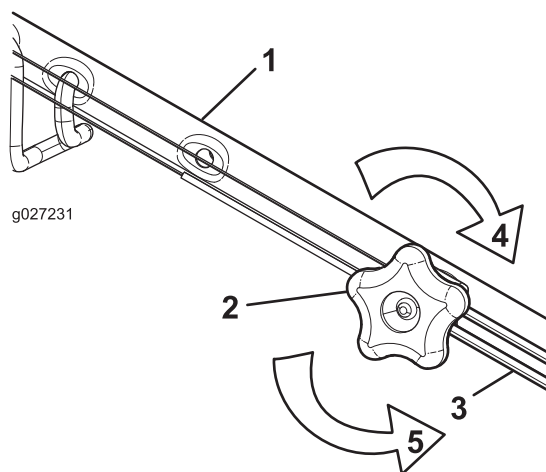

Figure 45
- Tournez le bouton de réglage dans le sens antihoraire pour desserrer le réglage du câble (Figure 45).
- Ajustez la tension du câble (Figure 45) en le tirant en arrière ou en le poussant en avant puis en le maintenant à cette position.